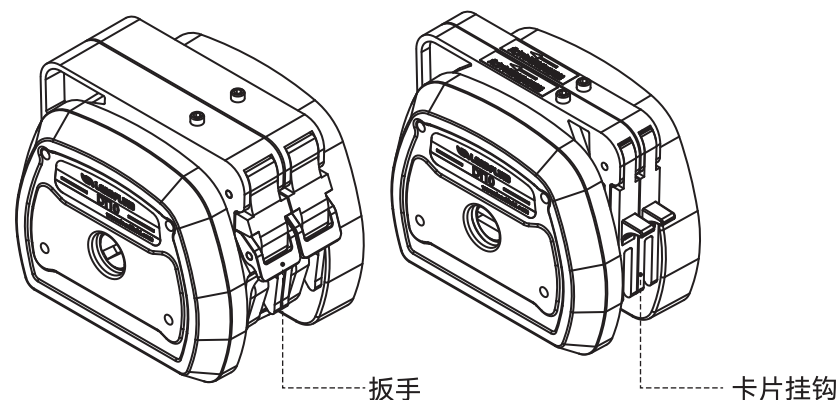

图3 DT泵头取下卡片
- 1、取下所有卡片：用手扳起卡片扳手或挂勾下端，取下卡片，参照图3；